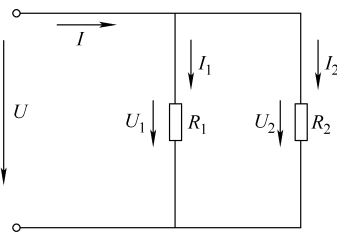

图 1-6 两个电阻的并联电路
1) 电阻的并联电路。把两个或两个以上电阻接在电路中相同两点之间,称为电阻的并联电路。如图 1-6 所示为两个电阻并联的电路。